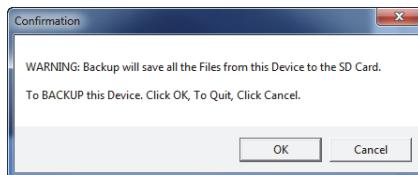

图 7-26 确认对话框：确认备份操作
- 当出现 **Confirmation** (确认) 对话框时 (参见第 194 页的图 7-26)，点击 **OK** (确定)，开始备份操作。